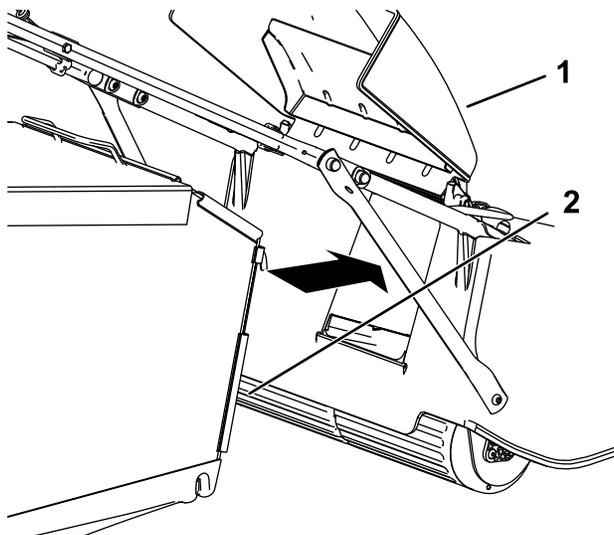

Figura 20
3. Prenda o saco de relva na sua posição (Figura 20).